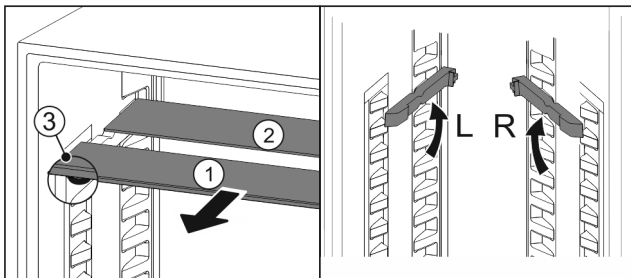

Fig. 52
- ▶ Steklene plošče posamično izvlecite Fig. 52 (1) naprej.
- ▷ Steklena plošča Fig. 52 (1) z okrasno letvijo je spredaj.
- ▷ Zaustavljalniki Fig. 52 (3) so obrnjeni navzdol.